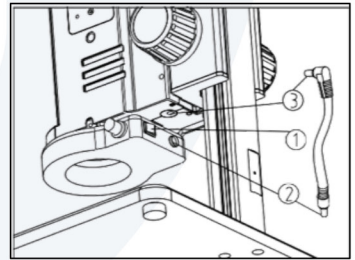

Abb.6
- Stecken Sie den Stecker in die Ringlichtschnittstelle (1), bestätigen Sie den Ein-Schalter (3) um die Lichtquelle zu starten. (Siehe Abb.6)